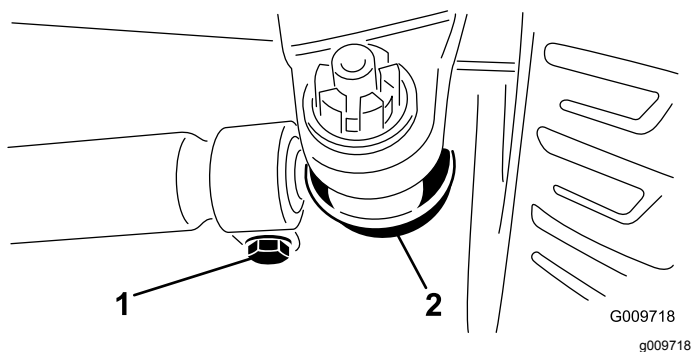

Bild 49
2. Entfernen Sie den Splint und die Mutter von einem der Spurstangen-Kugelgelenke (Bild 49). Entfernen Sie das Spurstangen-Kugelgelenk vom Achsständer.
3. Lockern Sie die Klemmen an beiden Enden der Spurstangen (Bild 49).